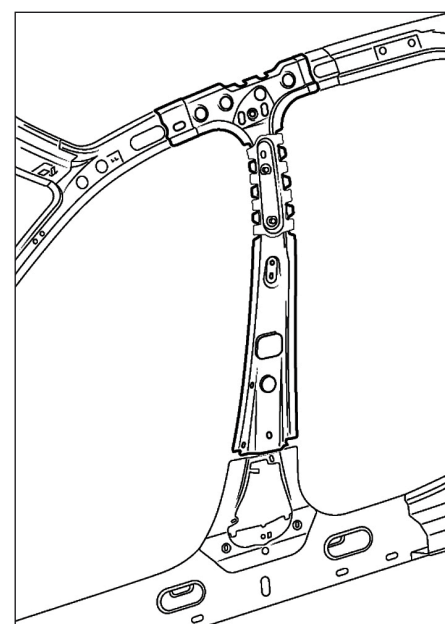

FIG.58
- Respecter les lignes de coupe (Fig.58).